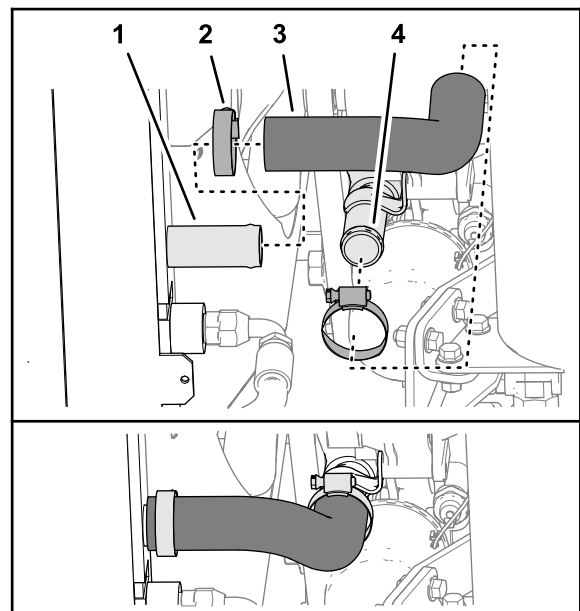

Bild 38
1. Montieren Sie den unteren Kühlerschlauch mit einer Schlauchklemme lose am Ablauf des Kühlers, wie in Bild 38 dargestellt.
- Montieren Sie das andere Ende des unteren Kühlerschlauches mit einer Schlauchklemme (Bild 38) am Zulauf des Motors.